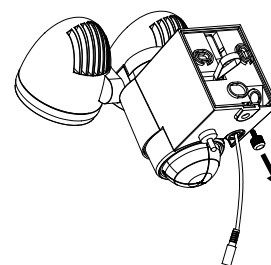

Рисунок 1
- Ослабьте шуруп (рисунок 1) настенного кронштейна